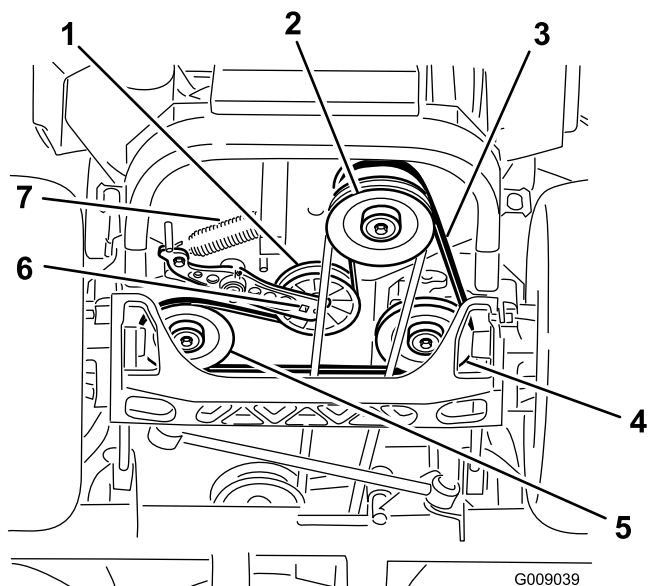

Figura 73
4. Levante la máquina y apóyela sobre gatos fijos (Figura 73).
5. Utilice una llave de carraca en el taladro cuadrado del brazo tensor para retirar el muelle tensor (Figura 73).
6. Desenganche el muelle de la polea tensora del bastidor (Figura 73).
9. Utilizando la llave de carraca en el taladro cuadrado del brazo tensor, instale el muelle tensor en el bastidor (Figura 73).